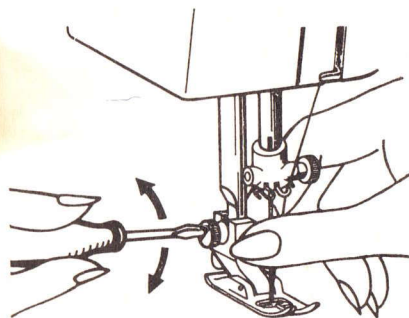

Abb. 23
19. Auswechseln des Nähfußes (Abb. 23)